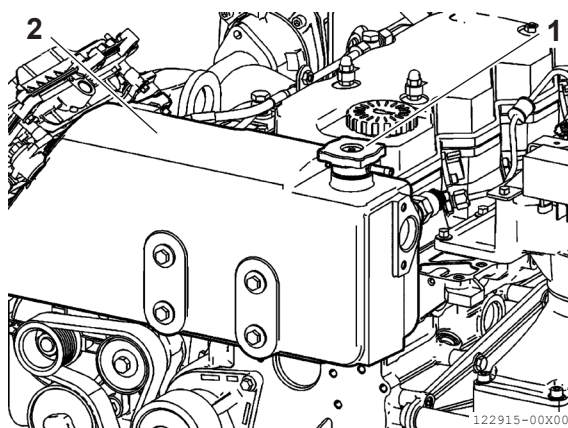

Bild 9
2. Öppna expansionstankens (bild 9, (2)) kylmedelslock (bild 9, (1)).